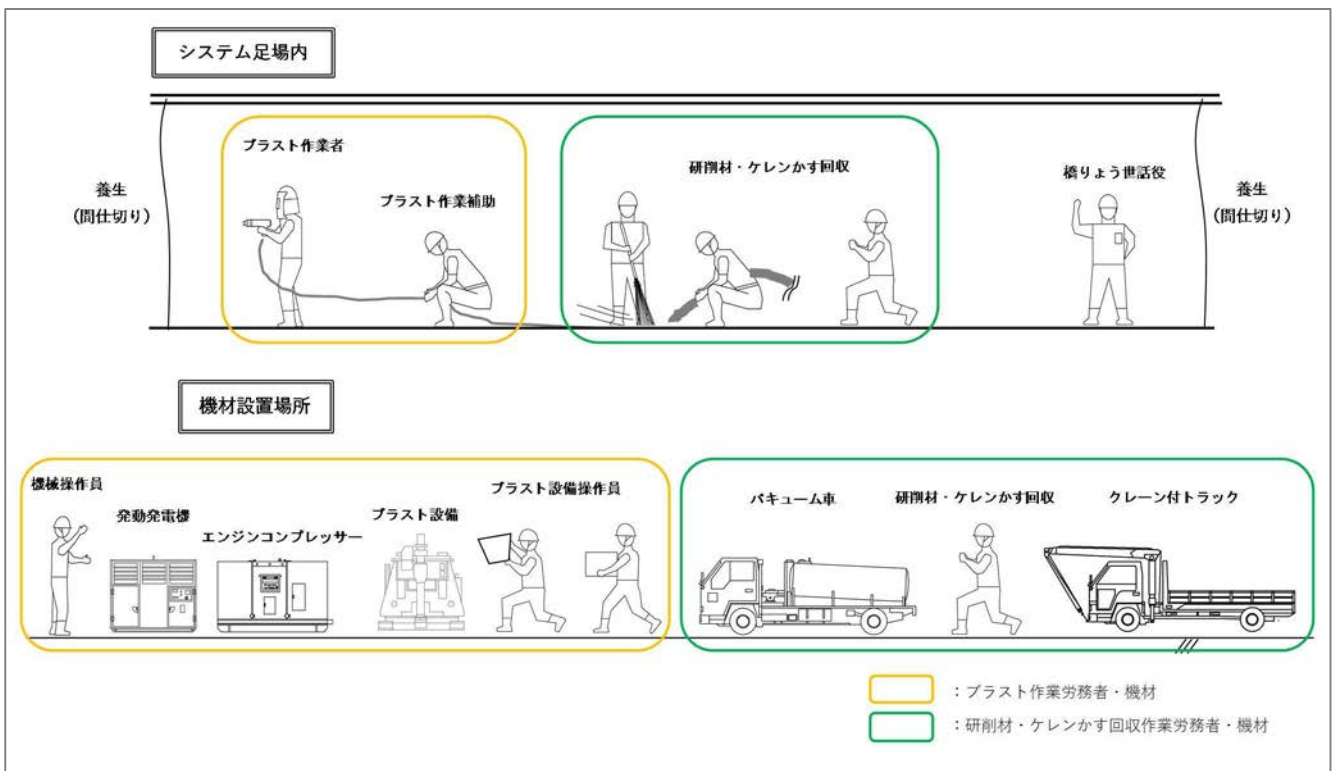

図 5-14-4 ブラスト作業時の標準作業状況（概念図）
① 1次ブラスト
- ・標準的な作業員と主な資機材の配置は図 5-14-4 とする。
② 2次ブラスト